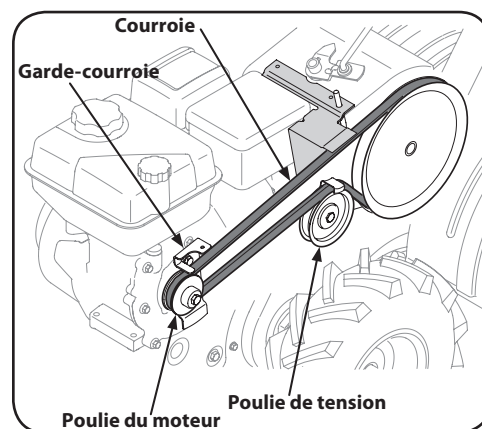

Figure 5-3
3. Retirez l'écrou et la rondelle placés sur le côté du couvercle de courroie. Enlevez la vis hexagonale qui se trouve sous le couvercle. Voir Figure 5-3.
4. Enlevez les deux boulons hexagonaux et les rondelles de blocage, puis retirez le garde-courroie qui se trouve derrière la poulie du moteur. Voir Figure 5-3.
5. Enlevez le boulon et l'écrou avant de retirer la poulie de tension. Voir Figure 5-3.
6. Retirez la courroie usée et installez la courroie neuve. Pour replacer le garde-courroie et le couvercle de courroie, suivez les instructions dans l'ordre inverse. Voir Figure 5-3.